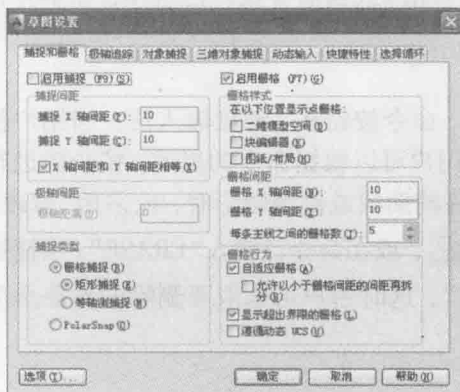

图 1-3 【草图设置】对话框
(1)捕捉:当打开此模式时,光标只能沿 X 或 Y 轴移动,每次移动的距离可以设置。右键单击 ,弹出快捷菜单,选择【设置】选项,打开【草图设置】对话框,如图 1-3 所示,在【捕捉和栅格】选项卡的【捕捉间距】分组框中可以设置光标移动捕捉的间距。